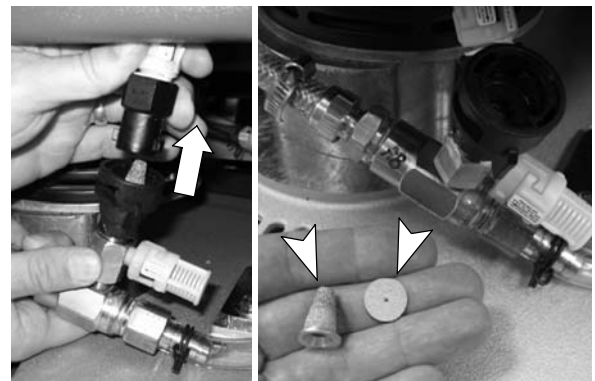

FIG. 49
2. Ouvrez le compartiment du filtre noir et nettoyez ou remplacez la plaque d'orifice et le filtre (Figure 49).